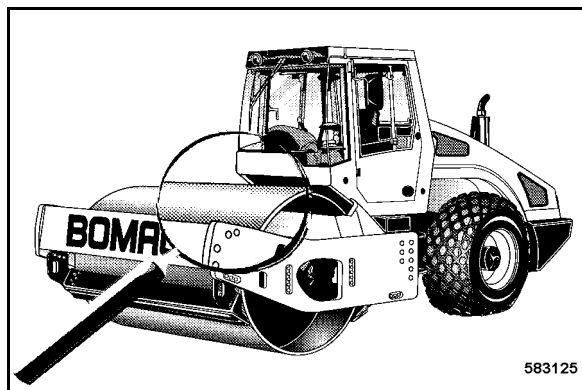

Fig. 195
- Nettoyer la machine (Fig. 195) à fond au moins une fois par semaine.